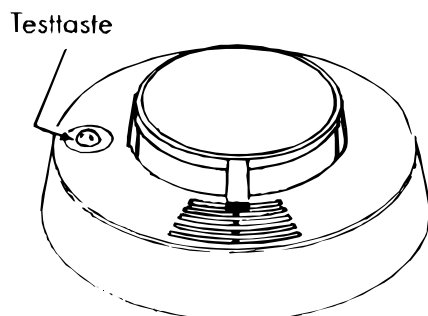

Bild 32: Funktionstest des Funk-Rauchmelders
2. Setzen Sie die 9 V Lithiumbatterie mit der gekennzeichneten Polarität ein. Die Batterieanschlussklemmen müssen spürbar einrasten (siehe Bild 32).